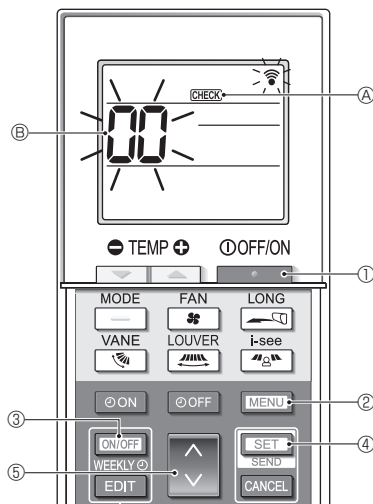

Fig. 7-5
■ Самодіагностика (Fig. 7-5)
1. Натисніть кнопку  ① для зупинки кондиціонера.
- Якщо ввімкнено тижневий таймер (увімкнено режим **WEEKLY**), натисніть кнопку  ③, щоб його вимкнути (режим **WEEKLY** вимкнено).
2. Натисніть і тримайте кнопку  ② протягом 5 секунд.
- З'являється напис **CHECK** ②, і блок переходить у режим самодіагностики.
3. Натисніть кнопку  ⑤, щоб вибрати адресу холодоагенту (адресу M-NET) ② внутрішнього блока, для якого потрібно виконати самодіагностику.
4. Натисніть кнопку  ④.
5. Натисніть кнопку  ①.
- Зникають напис **CHECK** ② і адреса холодоагенту (адреса M-NET) ② — самодіагностика завершено.